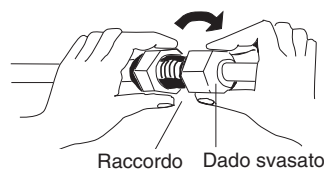

Fig. 5-5
- (3) Per ottenere un collegamento corretto allineare il tubo di raccordo e quello svasato -diritti uno rispetto all'altro - e quindi avvitar bene il dado svasato in modo da ottenere un'adesione perfetta. (Fig. 5-5)